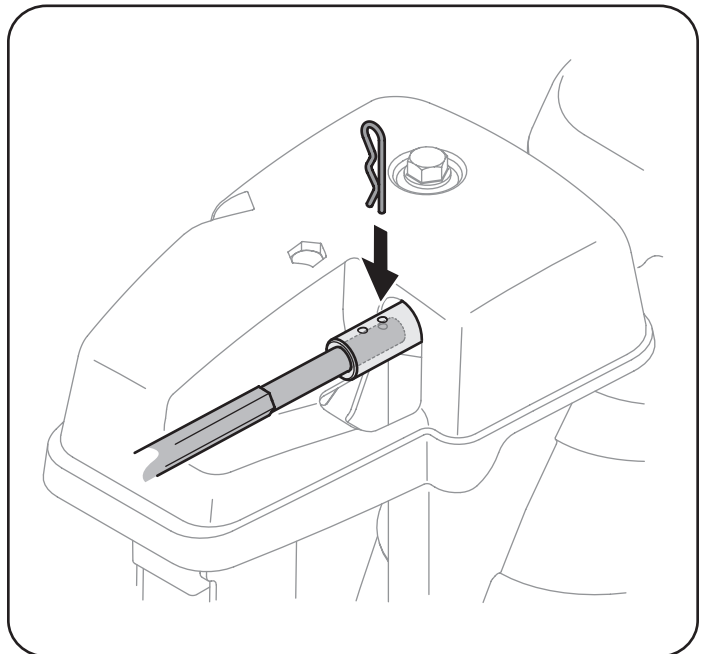

Figura 9
8. Empuje la varilla hacia el panel de control hasta que el orificio en la varilla hexagonal se alinee con el orificio en la entrada de control del canal lo más cerca posible del cabezal de control del canal e inserte el pasador de claveta. Vea la Figura 9.